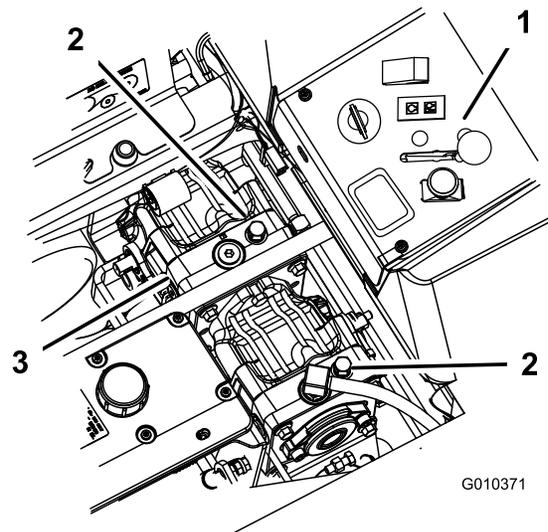

Figura 38
3. Gire las válvulas de desvío una vuelta en sentido antihorario para empujar la máquina (Figura 38).
Gire las válvulas de desvío una vuelta en sentido horario para conducir la máquina (Figura 38).